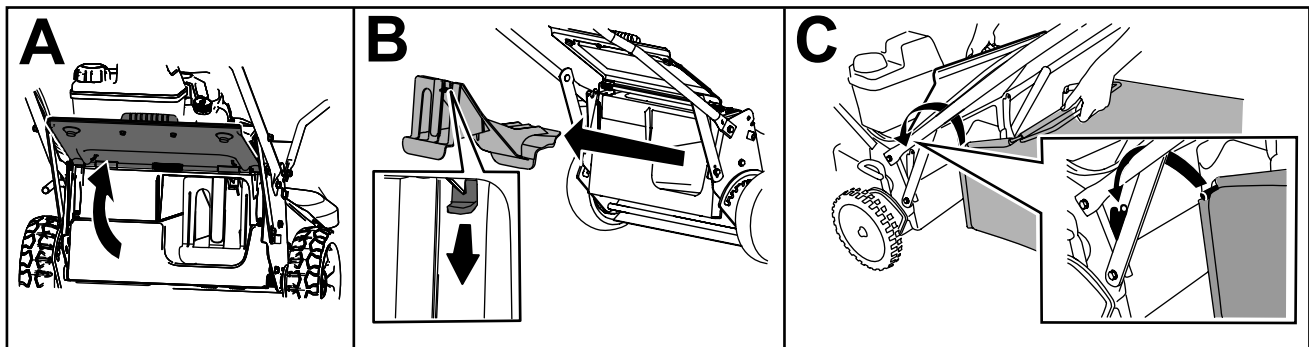

Figure 21
1. Soulevez le déflecteur arrière et gardez-le dans cette position (A de la Figure 21).
2. Retirez l'obturateur d'éjection arrière en appuyant sur le verrou avec le pouce et en tirant l'obturateur hors de la machine (B de la Figure 21).
3. Placez la tige du bac dans les crans à la base du guidon et agitez le bac d'avant en arrière pour vous assurer que la tige est bien engagée au fond des deux crans (C de la Figure 21).